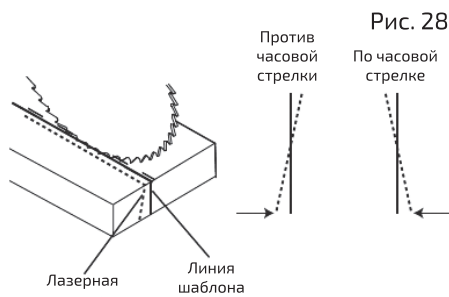

Рис. 28
Если лазерная линия отклоняется слева направо, рукоятку вертикальной лазерной регулировки (1) поворачивать по часовой стрелке до тех пор, пока лазерная линия не станет параллельна вертикальной шаблонной линии (рис. 28).